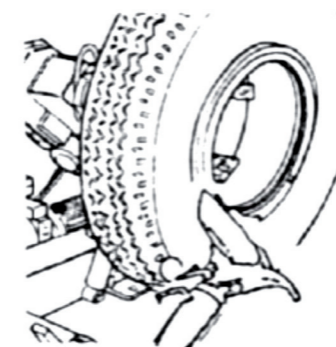

Рис. 16.
3. Вставьте отжимной ролик под обод колеса (рис. 16).